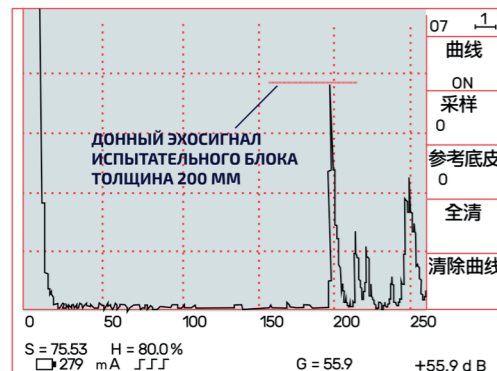

Рис. 40 Получение эхосигнала
Установите датчик на испытательный блок, получите эхосигнал от донной поверхности (см. рис. 40). Нажимаем кнопку (СТРОБЫ) переходим в режим управления стробом 1, энкодерами (A), (B) и (C) установите строб на верхнюю часть эхосигнала.
Нажимаем кнопку (APY). Корректируем положение строба при необходимости. Регулируя усиление установите амплитуду сигнала равную примерно 95% от высоты дисплея. (см. рис. 40)